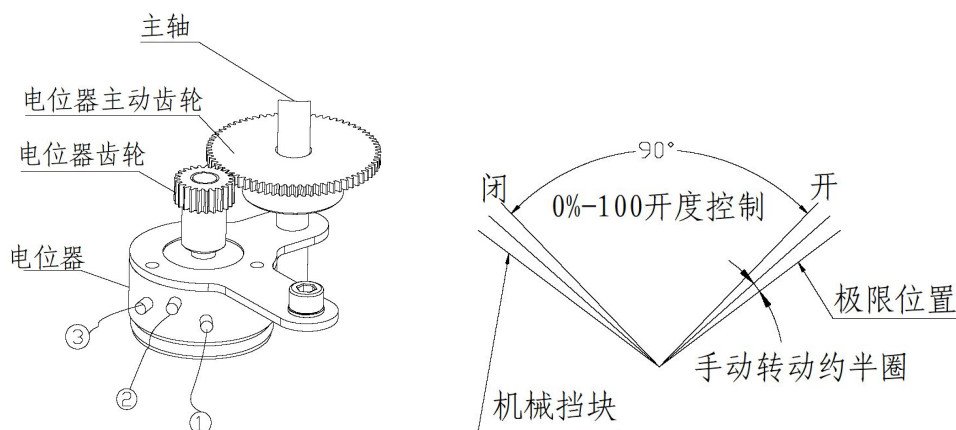

图 16 行程传感器
9.2.2、行程传感器的调整（图 16）
行程传感器采用高精度导电塑料电位器，在执行机构中作为一种反馈信号输出，有三个输出端子，其中②脚接电位器的滑臂（图 16）。